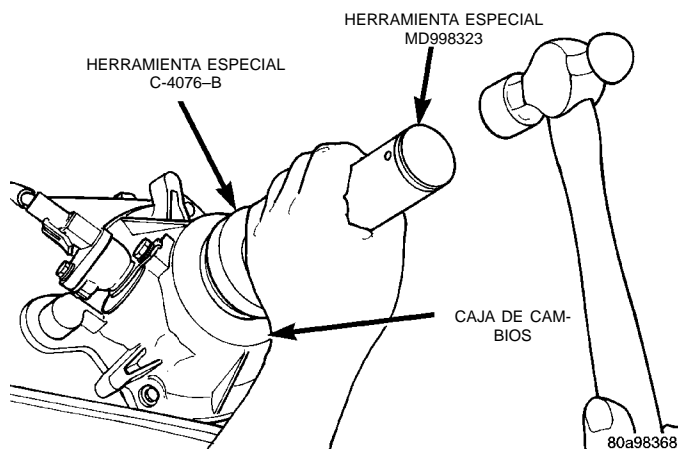

Fig. 90 Instalación de la junta trasera
(9) Deslice el Instalador C-4076-B en el protector de junta con el lado ahuecado de la herramienta hacia la junta. Introduzca la junta en el retenedor de cojinete trasero con el instalador C-4076-B y el mango MD-998323 (Fig. 90).
(10) Instale el deflector trasero con el instalador C-4076-A y el mango MD-998323 (Fig. 90).